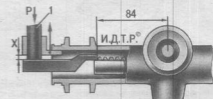

Рис. 9.1. Проверка зазора между упором рейки и гайкой: 1 – пуансон
2. Установите рейку в среднее положение, которое определяется размером $(87 \pm 0,25)$ мм от оси шестерни до торца рейки. С помощью специального приспособления нагрузите рейку силой $P = (500 \pm 20)$ Н, или (51 ± 2) кгс, на расстоянии 84 мм от оси шестерни в направлении к упору рейки (рис. 9.1).